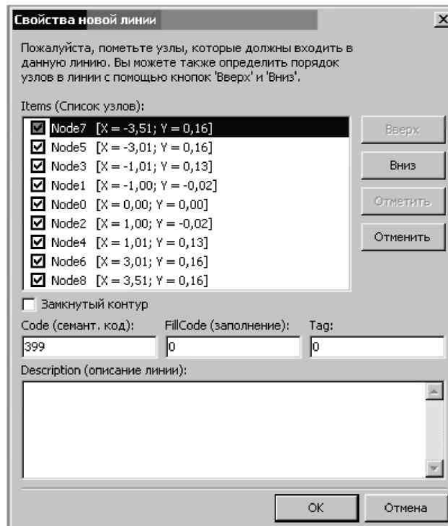

Рис.21. Окно «Свойства новой линии»
3. Для завершения данной операции щелкните правой кнопкой мыши, появится диалоговое окно *Свойства новой линии* (рис.21).